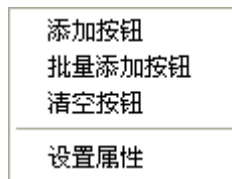

图 8-202 工具条右键菜单
工具条除了上述软件默认提供的按钮外，还可以按需配置按钮。右键点击工具条的蓝色背景，弹出如图 8-202 所示的右键菜单。
对于工具栏中已添加的按钮，若想一键清空，那么点击如图 8-202 所示的“清空按钮”菜单，会弹出清空按钮提示框，如图 8-206 所示，点击“是 (Y)”即可清空所有按钮。